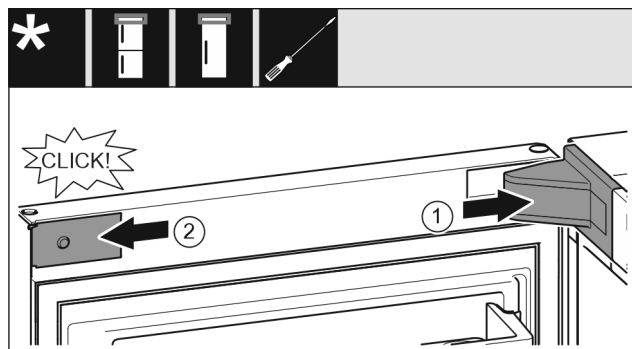

Fig. 22
- ▶ Vendosni kapakun mbulues të bazamentit mbështetës dhe mbërthejini në vend, duke i ndarë nga njëri-tjetri nëse nevojitet. Fig. 22 (1)
- ▶ Vendosni panelin mbulues anash dhe mbërthejini në vend. Fig. 22 (2)